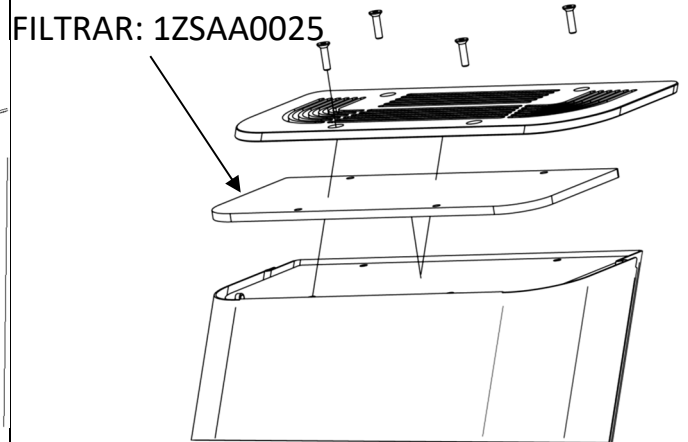

Fig. 7
- 1- Consigue una llave Allen 2.5. Con la máquina en posición vertical, desatornille los tornillos y retire la tapa. (Fig. 7)